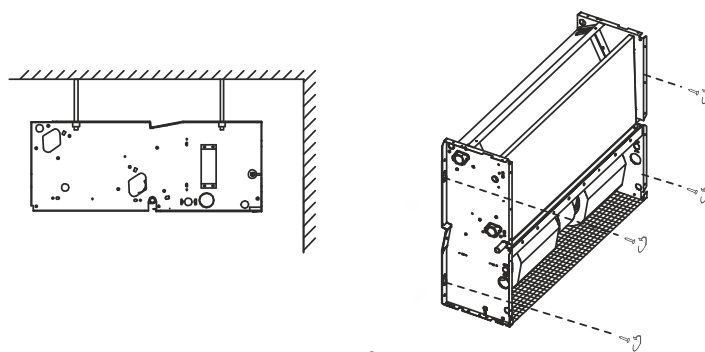

рис. 2
6. Разбираете среднюю часть термостата (рис. 2):